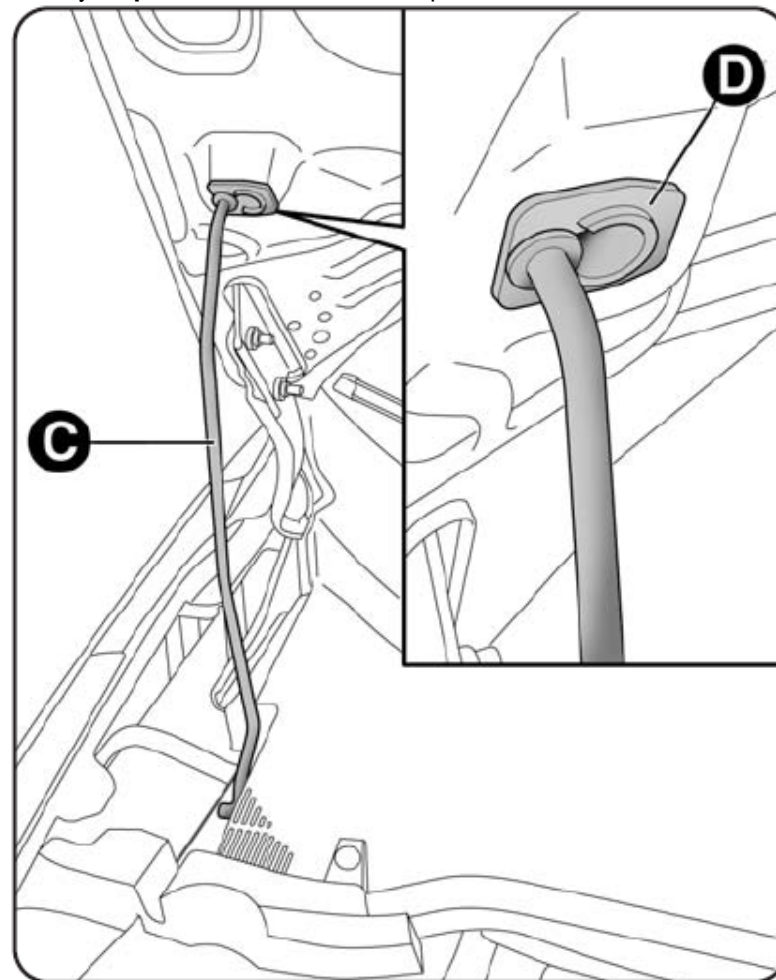

Рис. 67
- Поднять крышку капота, освободив одновременно опорную штангу **C-рис. 67** из держателя, затем вставить конец штанги в гнездо **D**.
- Придерживая крышку капота одной рукой, другой вывести опорную штангу **C-рис. 67** из гнезда **D** и перевести ее в исходное положение;